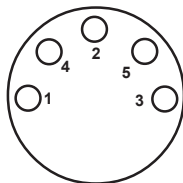

Figura 6. Conector DIN de 5 clavijas
El conector DIN de 5 clavijas de la sonda TP1(S) proporciona las conexiones, que se indican en la figura 6 y tabla 1 que aparecen a continuación, a la interfaz de la sonda.